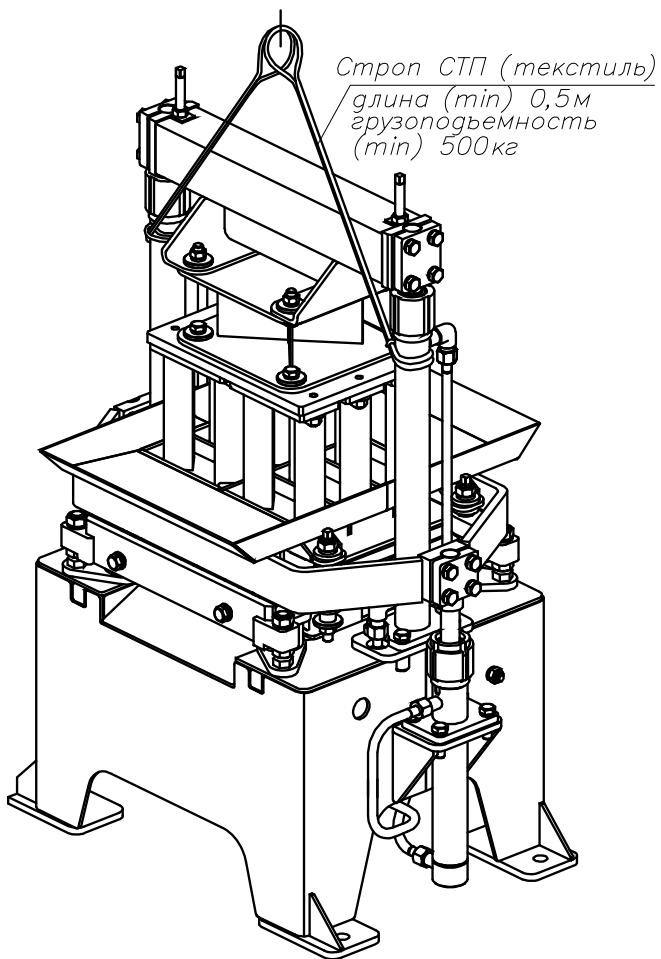

Рис. 21. Схема строповки вибропресса.
3.16. Схема строповки вибропресса показана на рис. 21